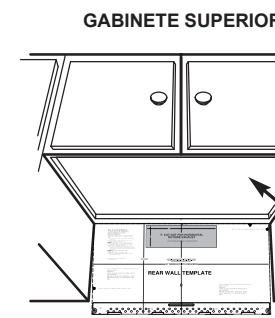
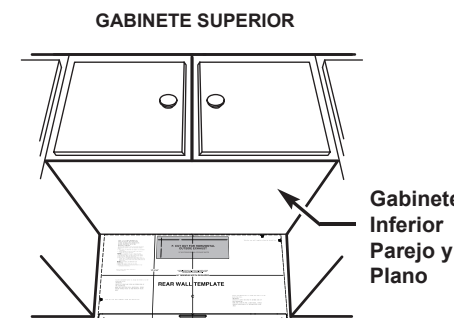

FIG. 1
FIG. 2
1. Determine if your cabinet has a recessed area or a smooth, flat bottom. See Fig. 1. If smooth, tape template onto the bottom surface (Fig. 2). If it is recessed, cut the edges of the template to fit in the recessed bottom of the cabinet. It is important that the edges of the cabinets permit level installation of the oven.
- Determine si su gabinete cuenta con un área hueca o con una parte inferior lisa y pareja. Consulte la Fig. 1. De ser pareja, pegue la plantilla con cinta sobre la superficie inferior (Fig. 2). De ser hueca, corte los extremos de la plantilla para que calce sobre la parte inferior hueca del gabinete. Es importante que los extremos de los gabinetes permitan una instalación nivelada del horno.